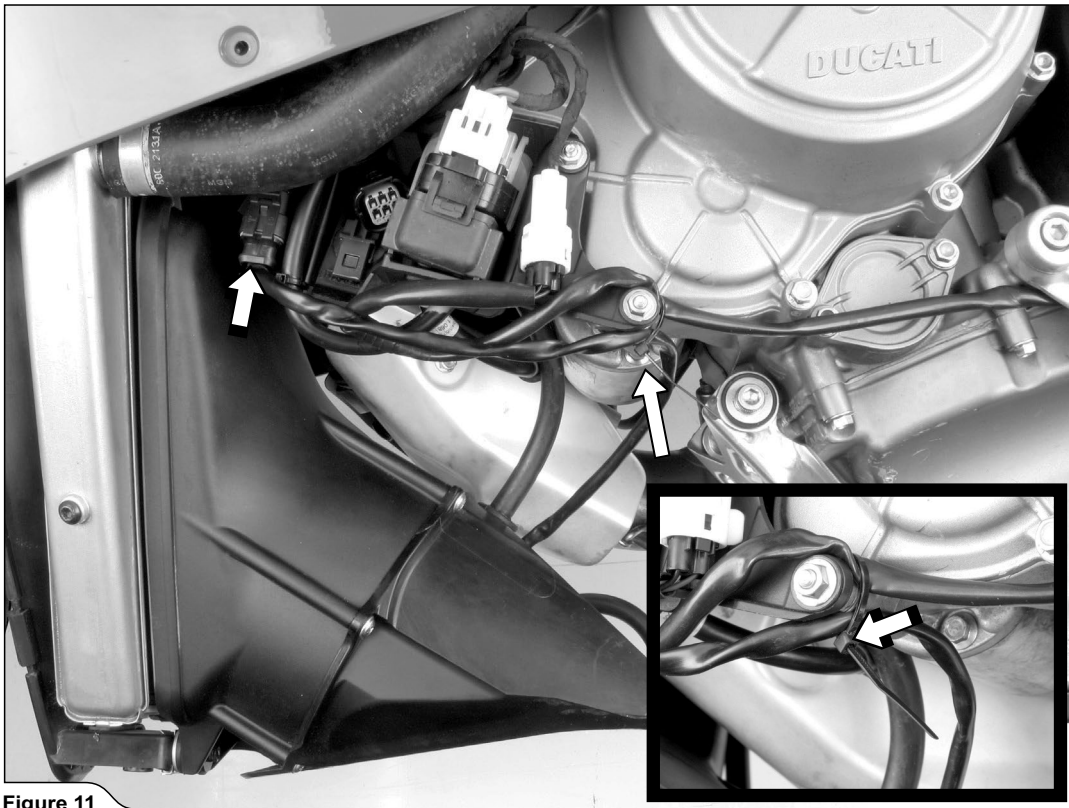

Figure 11
7. 冷却ファンのコネクターを再び接続し、Akrapovič 取り付けキット内のクランプを使用して電気ケーブルを図のように固定します (図 11)。